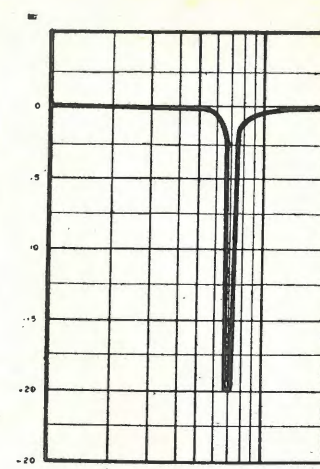

Fig. 5. - Risposta del circuito di fig. 3 espresso in dB (colonna a sinistra).
L'Autore, non disponendo di bobine toroidali, ha realizzato  $L1$  avvolgendo un sufficiente numero di spire di filo da 2/10 — rame smaltato — sino ad ottenere il valore di 1,5 H circa, sopra un nucleo formato da lamierini magnetici ad  $E$  ed  $I$ , riuniti con traferro di 1 mm. La bobina così costituita risona a 5000 Hz con un condensatore variabile a due sezioni di 385 pF per sezione. La sistemazione finale della frequenza avviene con la correzione del traferro. Come illustra la fig. 4 (B) l'induttanza ha un  $Q$  piuttosto basso; nella figura la curva di risonanza a 6000 Hz di L1-C1, misurata al catodo di  $V2$  con  $R1$  non inserito, può essere paragonata con la curva della fig. 4 (A) ottenuta da  $V_o$  quando  $R1$  è portato alla posizione di completa reiezione dei 6000 Hz. Il miglioramento che è possibile nei confronti di un semplice circuito a reiezione LC, è ampiamente illustrato, essendovi un notevole aumento del  $Q$  effettivo del circuito sintonizzato. Più alto sarà il  $Q$  di  $L1$  e più brusca sarà la partenza della curva di L1-C1, cosicché risultati eccellenti si otterranno con la giusta induttanza di  $Q$  elevato. La fig. 5 mostra la curva di risposta in dB con  $R1$  posto in posizione di reiezione di 20 dB a 7000 Hz.